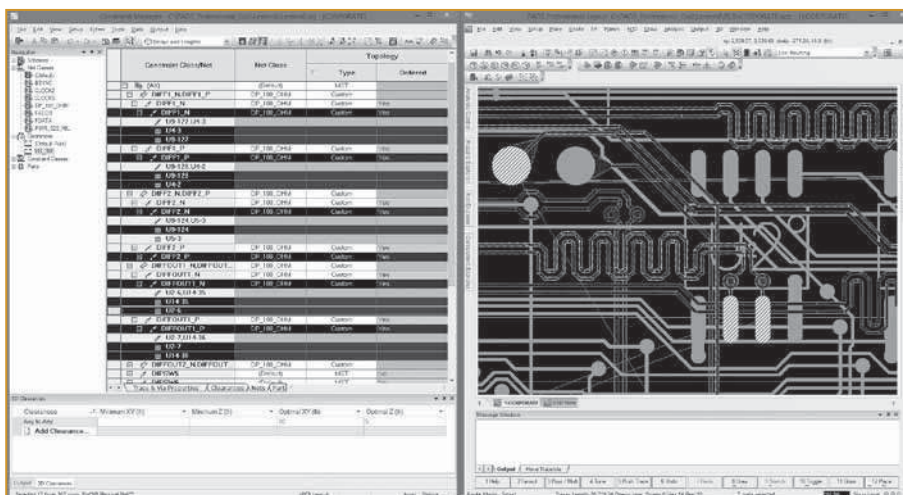

Рис. 3. При заданных ограничениях критичных цепей их трассировка не вызывает проблем, так как они мгновенно проверяются на соответствие правилам
7. Создайте классы цепей для критических сигналов и установите зазоры между ними для обеспечения требований между каждым критическим классом (рис. 3).